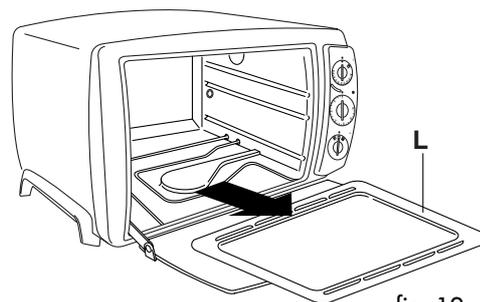

fig. 12
Desenfiar o tabuleiro de recolha das migalhas (L) puxando-o para fora (ver a fig. 12). Se for difícil, humedecer as partes externas do tabuleiro. Remover a eventual sujidade com um pano húmido.